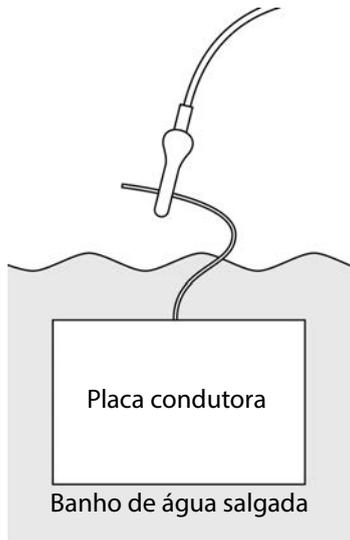

Figura 16 Ligação da placa condutora
- a Conecte o fio condutor preto à placa condutora no banho de água salgada conforme mostra a **Figura 16**.